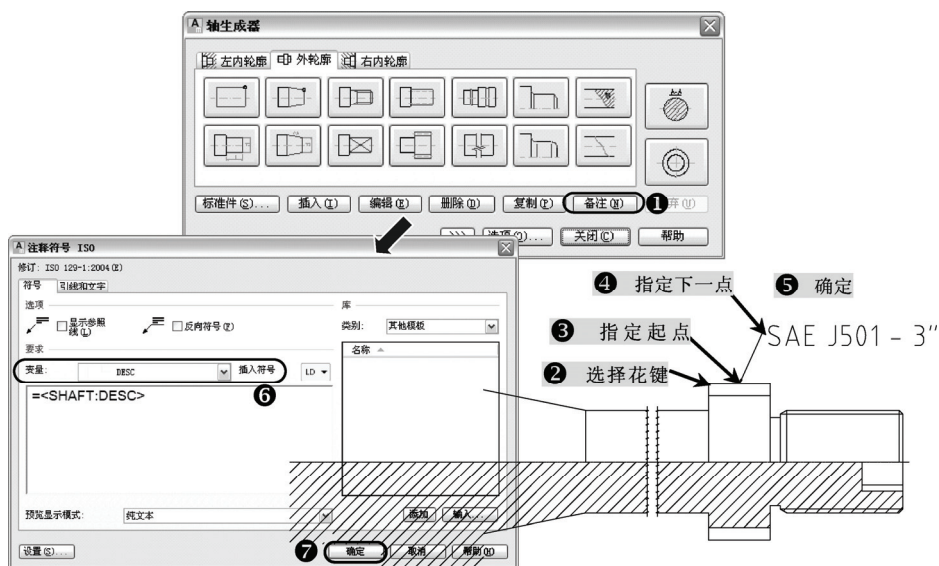

图 11-90 备注花键
20) 在上一步返回的“轴生成器”对话框中,在“外轮廓”选项卡中选择“备注”选项,单击选择“花键(外)”,指定备注线起点,指定下一点,确定,弹出“注释符号 ISO”对话框,在“要求/变量”选项中选择“DESC”,单击“确定”按钮,返回到“轴生成器”对话框,如图 11-90 所示。